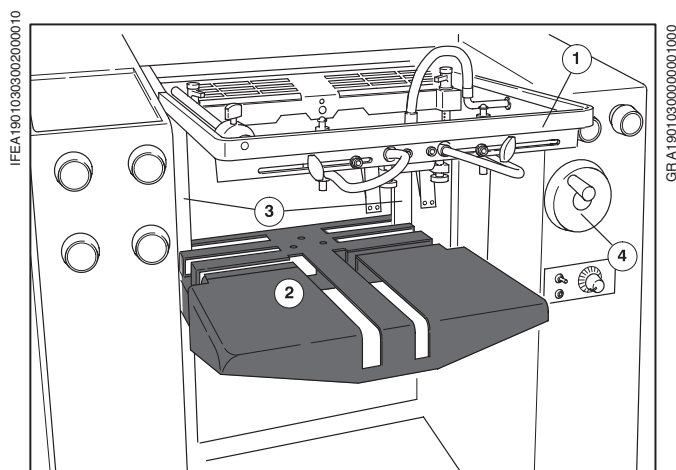
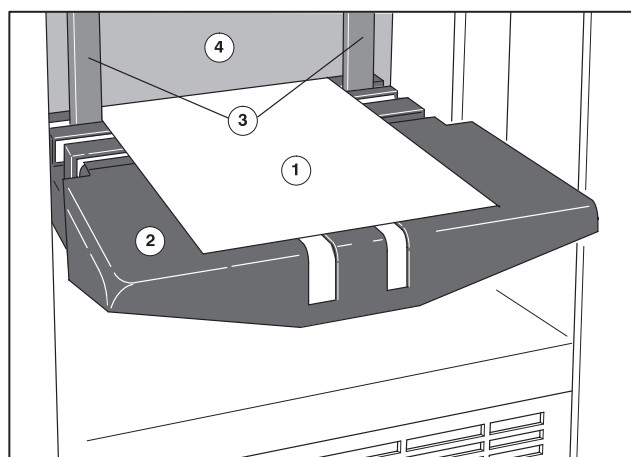

Рис. 2 Загрузка печатного материала
Рис. 3 Стапельный стол на самонакладе: выравнивание листов
- 1 Опустить стапельный стол на самонакладе (Рис. 2/2) с помощью рукоятки (вращать против часовой стрелки).
- 2 Для загрузки бумаги откинуть раму вверх (Рис. 2/1).
- 3 Положить лист печатного материала (Рис. 3/1) по центру стапельного стола (Рис. 3/2), переднюю кромку листа приложить к пластине (Рис. 3/4).
- 4 Установить с помощью маховика (Рис. 2/4) боковые направляющие стапеля (Рис. 3/3) на кромки листа.